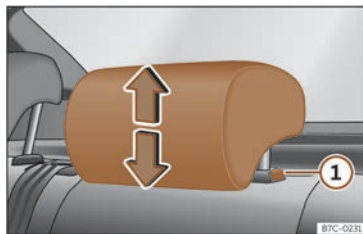

Fig. 87 Appuie-tête arrière : réglage de l'appuie-tête.
- Saisissez l'appuie-tête des deux côtés avec les mains puis poussez-le vers le haut jusqu'à ce qu'il s'enclenche dans la position désirée. Pour le rabaisser, faites de même en appuyant sur le bouton latéral ① >>> fig. 87.